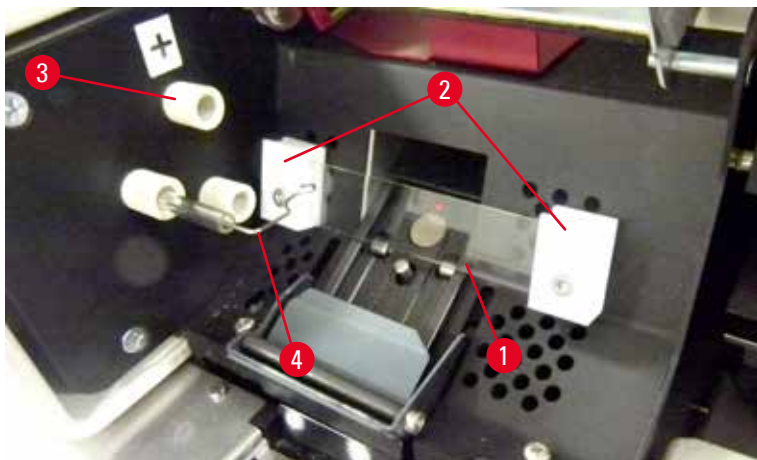

Fig. 17
5. Verifique que se retire el muelle de contacto (→ "Fig. 16-2")/(→ "Fig. 17-4") del cable de encendido (→ "Fig. 18-1") de la bombilla (véase también(→ "Fig. 17").